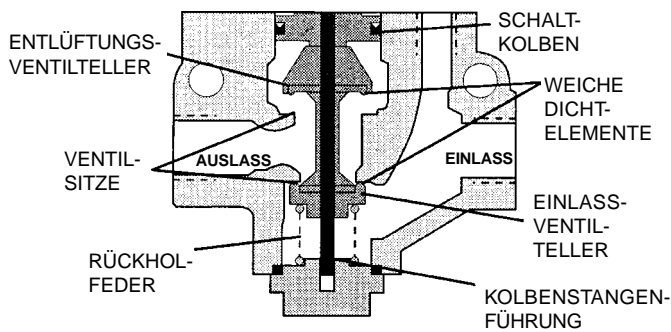
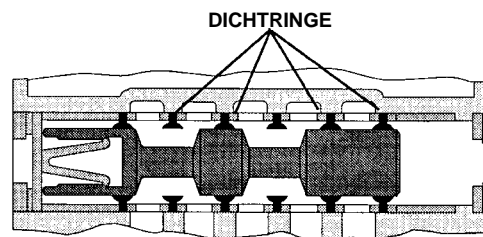

Abbildung 3 – Typisches Sitzventil für Leitungseinbau
Abbildung 5 – Weich dichtendes Schieberventil für Grundplattenmontage
Fremdkörper können sich zwischen Ventilsitz und Ventilteller festsetzen und das Dichten des Ventiltellers verhindern. Betätigen Sie das Ventil mehrmals, um festzustellen, ob die durchfließende Luft die Partikel ausbläst. Andernfalls muß das Ventil demontiert werden. Siehe Abb. 3 oder 4.
Die Materialien der Dichtringe können durch Stoffe wie chlorhaltige Kohlenwasserstoffe (z.B. Trichloräthylen) und einige Schmieröle angegriffen werden. Das dadurch hervorgerufene Aufquellen oder Schrumpfen der Dichtringe kann zu unregelmäßiger Arbeitsweise des Ventils oder zu Leckagen führen. Einige Sitzventile können aufgrund aufgequollener Dichtringe in teilweise offener Stellung steckenbleiben, so daß Leckagen zur Entlüftung entstehen. (Abb. 3 und 4). Aufgequollene Dichtringe bei Schieberventilen (Abb. 5) können zu verzögerter oder unregelmäßiger Arbeitsweise des Ventils oder sogar zum Verkleben des Schiebers führen.
Siehe Abb. 3, 5 oder 6. Verhärtungen können zu verzögerter Arbeitsweise oder sogar zur Funktionsunfähigkeit des Ventilelements führen, besonders wenn das Ventil einige Zeit außer Betrieb war. Ein Schieberventil, das durch Verhärtungen in einer Schaltposition festgehalten wird, kann Brummen oder Durchbrennen von direkt schaltenden Magneten bewirken. Verhärtungen entstehen durch Oxidation des Schmieröls. Dieser Vorgang wird durch starke Hitze noch begünstigt.
**E GEBROCHENE RÜCKHOLFEDER** Durch eine gebrochene Rückholfeder in einem Schieberventil (siehe Abb. 5 und 6) kann der Schieber in einer Schaltposition steckenbleiben oder nur teilweise zurückgeholt werden. Im letzteren Fall können sich aus der Stellung des Ventils Funktionsstörungen ergeben. Wenn ein Schieberventil nur in geschalteter Position normal arbeitet, ist die wahrscheinlichste Ursache der Störung eine gebrochene Rückholfeder.
Wasser- und Ölsammlungen an tiefliegenden Stellen im Ventil können den Arbeitshub des Ventilelements verlangsamen oder völlig verhindern (siehe Abb. 3 auf der Seite 7). Dies trifft besonders auf Anwendungen bei Temperaturen unter dem Gefrierpunkt zu, da das angesammelte Wasser gefrieren kann. Bei solchen Anwendungsfällen muß sichergestellt sein, daß die zugeführte Luft trocken ist und daß der Filter häufig geleert wird.